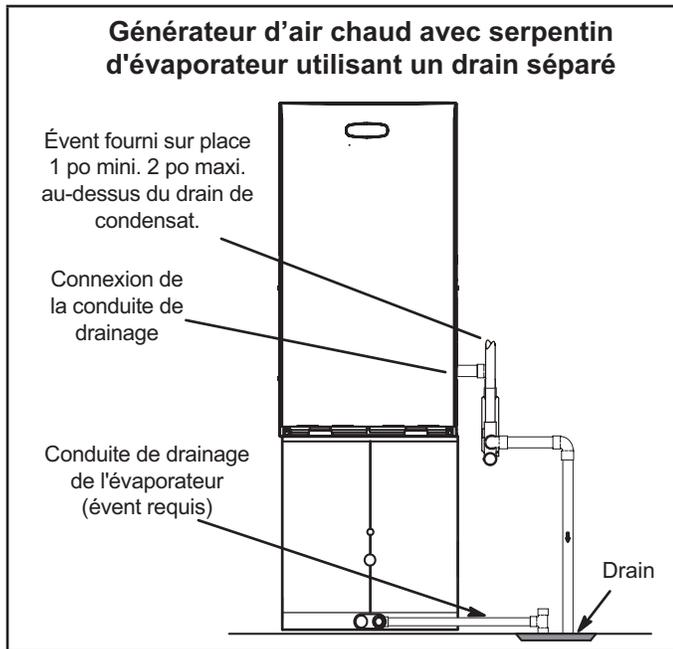
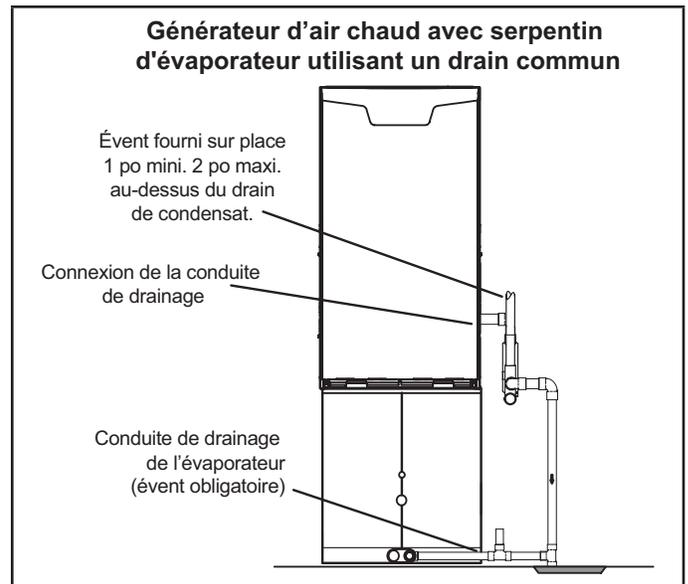

FIGURE 50
FIGURE 51
- 5 - La FIGURE 50 montre l'appareil et le serpentin d'évaporateur utilisant un drain séparé. Si nécessaire, la conduite de condensat de l'appareil et celle du serpentin d'évaporateur peuvent s'écouler ensemble. Voir FIGURE 51 et FIGURE 52. L'évacuation fournie sur place doit avoir une longueur comprise entre 1 po minimum et 2 po maximum au-dessus du raccord de sortie du drain de condensat.